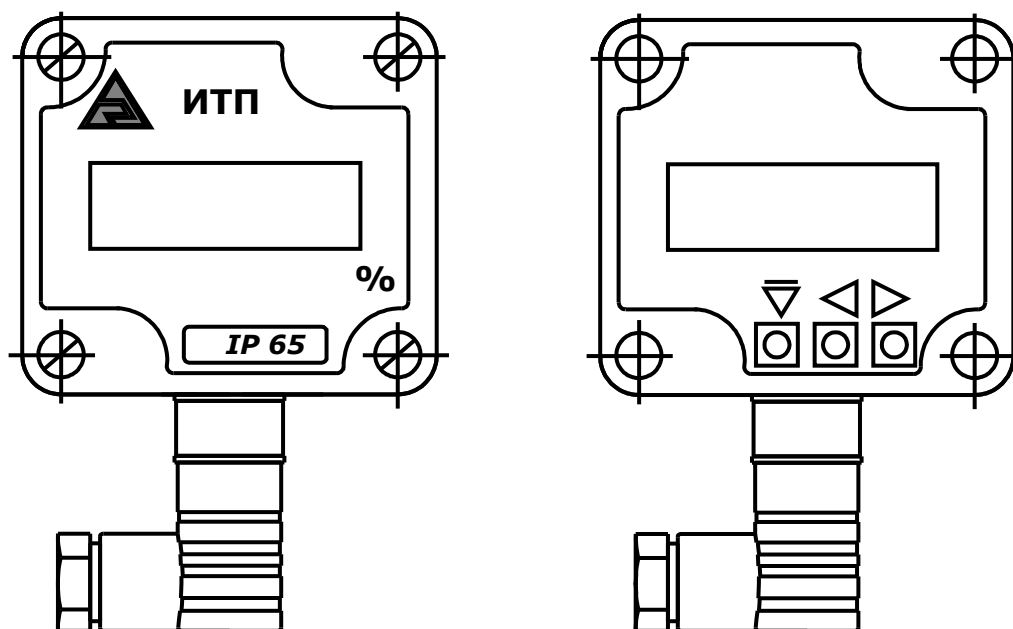
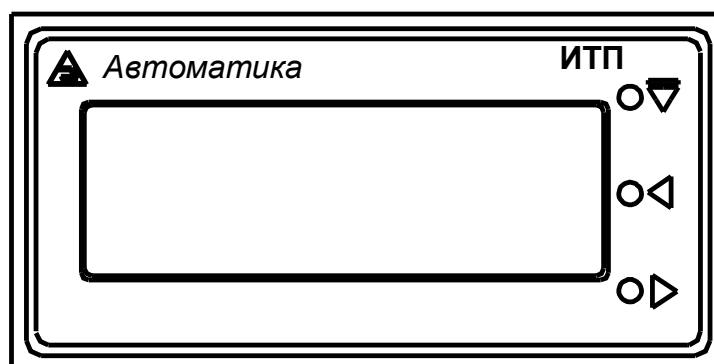
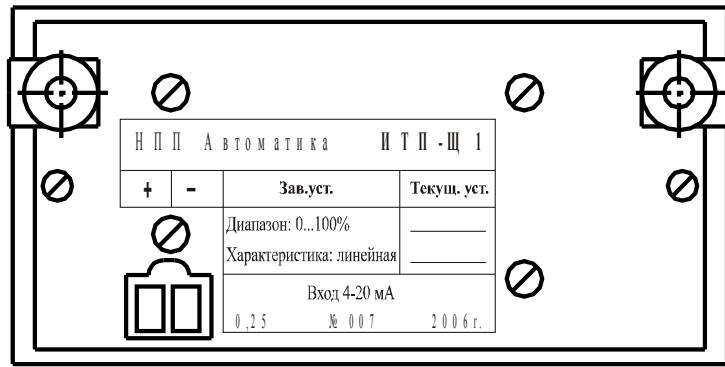

Рисунок 1. Внешний вид передней панели прибора ИТП-Н1 и расположение кнопок (под крышкой)
Рисунок 2. Внешний вид передней панели прибора ИТП-Щ1
Рисунок 3. Внешний вид задней панели прибора ИТП-Щ1
- кнопки управления  $\triangleleft \triangleright$  и  $\blacktriangledown$  (в ИТП-Н1 – под крышкой, смотри Рисунок 1).
Внешний вид передней панели прибора ИТП-Н1 приведен на Рисунок 1, прибора ИТП-Щ1 – на Рисунок 2, задней панели прибора ИТП-Щ1 – на Рисунок 3.